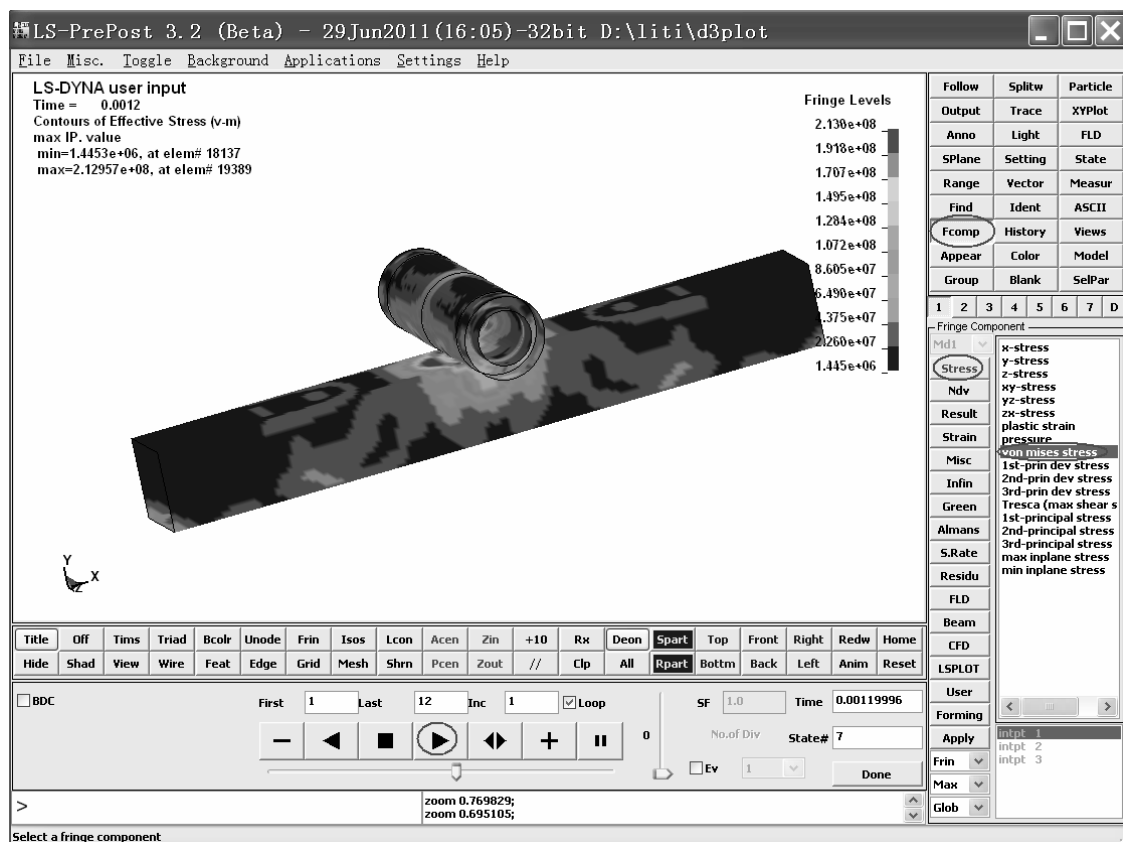

图 8-24 随时间变化的云图
(1) 如图 8-24 所示, 用鼠标左键单击操作界面右侧的“Fcomp”, 再单击“Stress”, 然后单击“von mises stress”, 最后单击视频工具条中的播放按钮。图形窗口中展示出不同时刻结构上的应力云图。用相似的方法还可以查看应变云图、压力云图及塑性应变云图等。